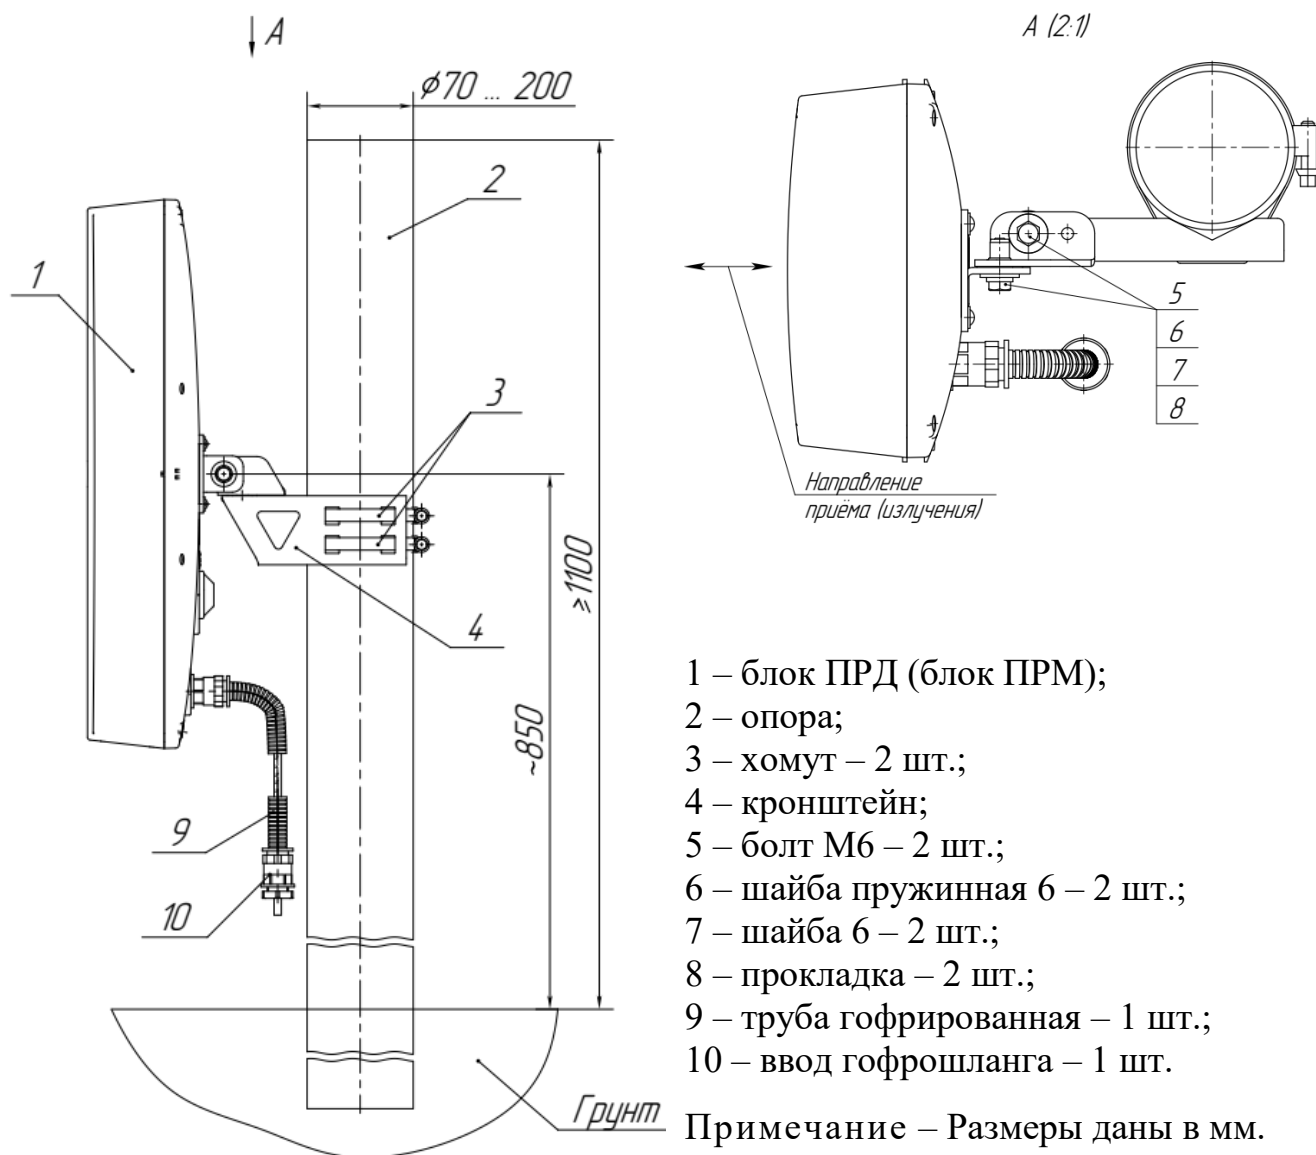

Рисунок 2.5 – Установка блока ПРД (блока ПРМ) извещателей «ФОРТЕЗА-М300-Ethernet», «ФОРТЕЗА-М500-Ethernet» на опоре
2.3.4.3 Установка блока ПРД (блока ПРМ) на кронштейне поз.4 (рисунок 2.5), состоящего из швеллера 2 и уголка 3, показана на рисунке 2.6.
- ослабить болты поз.5 (рисунок 2.5) блока ПРД и блока ПРМ извещателей «ФОРТЕЗА-M300-Ethernet», «ФОРТЕЗА-M500-Ethernet»;
затянуть хомуты поз.3 и болт поз.6 извещателей «ФОРТЕЗА-М300-Ethernet», «ФОРТЕЗА-М500-Ethernet» (см. рисунок 2.5).